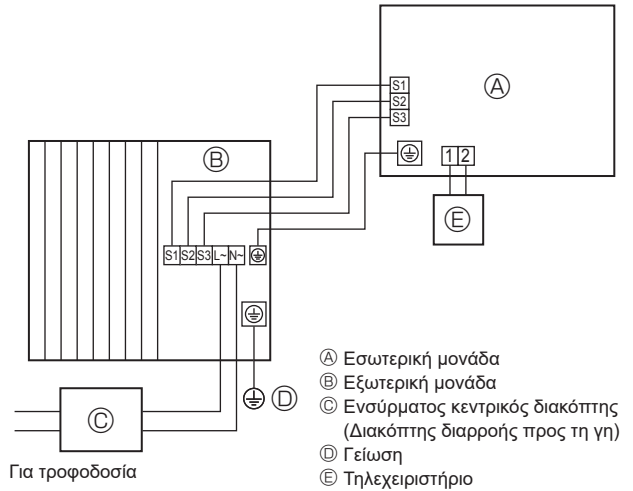
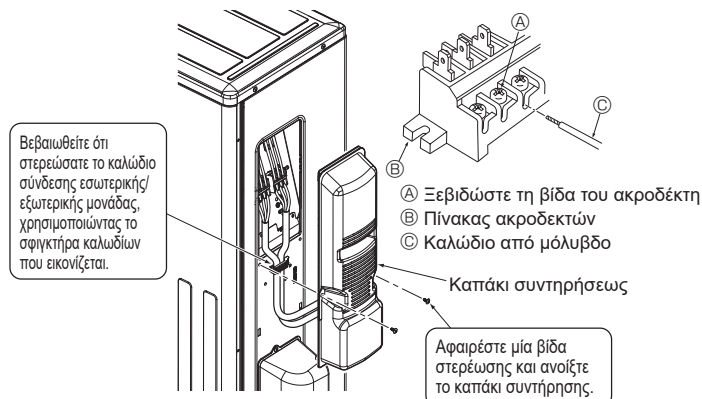

Fig. 6-1
Fig. 6-3
6.1. Εξωτερική μονάδα (Fig. 6-1, Fig. 6-2, Fig. 6-3)
- ① Βγάλτε το καπάκι συντήρησης.
- ② Συνδέστε τα καλώδια σύμφωνα με τις Fig. 6-1, Fig. 6-2 και την Fig. 6-3.